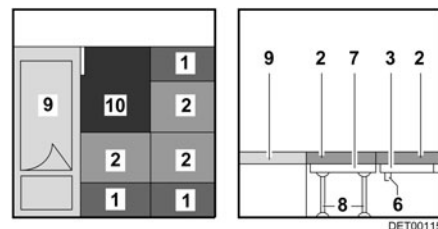

Fig. 76 Después de la transformación
- Tirar de los cojines del asiento (Fig. 76,2) hacia el centro.
- Colocar los cojines del respaldo (Fig. 76,1) entre los cojines del asiento y la pared.
- Colocar el cojín adicional (Fig. 76,10) junto a la cama (Fig. 76,9).